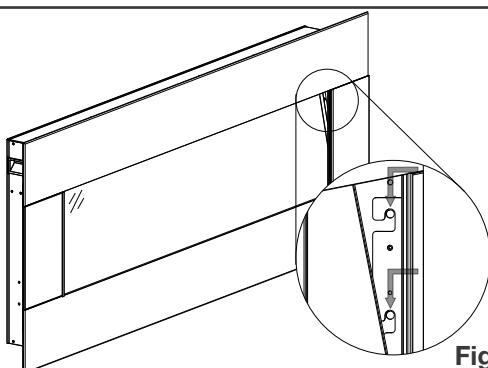

Fig. 5-4
- Soulevez la façade avant sur l'appareil (**Fig. 5-4**).